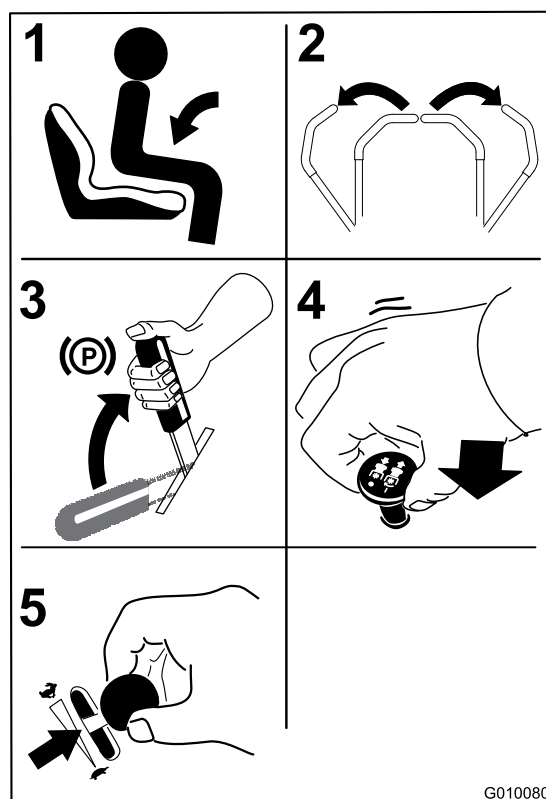

Figure 18
1. Asseyez-vous sur le siège (Figure 18) et attachez la ceinture de sécurité.
2. Écartez les commandes de déplacement vers l'extérieur en position de verrouillage au point mort (Figure 18).
3. Serrez le frein de stationnement (Figure 18) (voir Serrage du frein de stationnement).
4. Placez la commande des lames (PDF) en position désengagée (Figure 18).